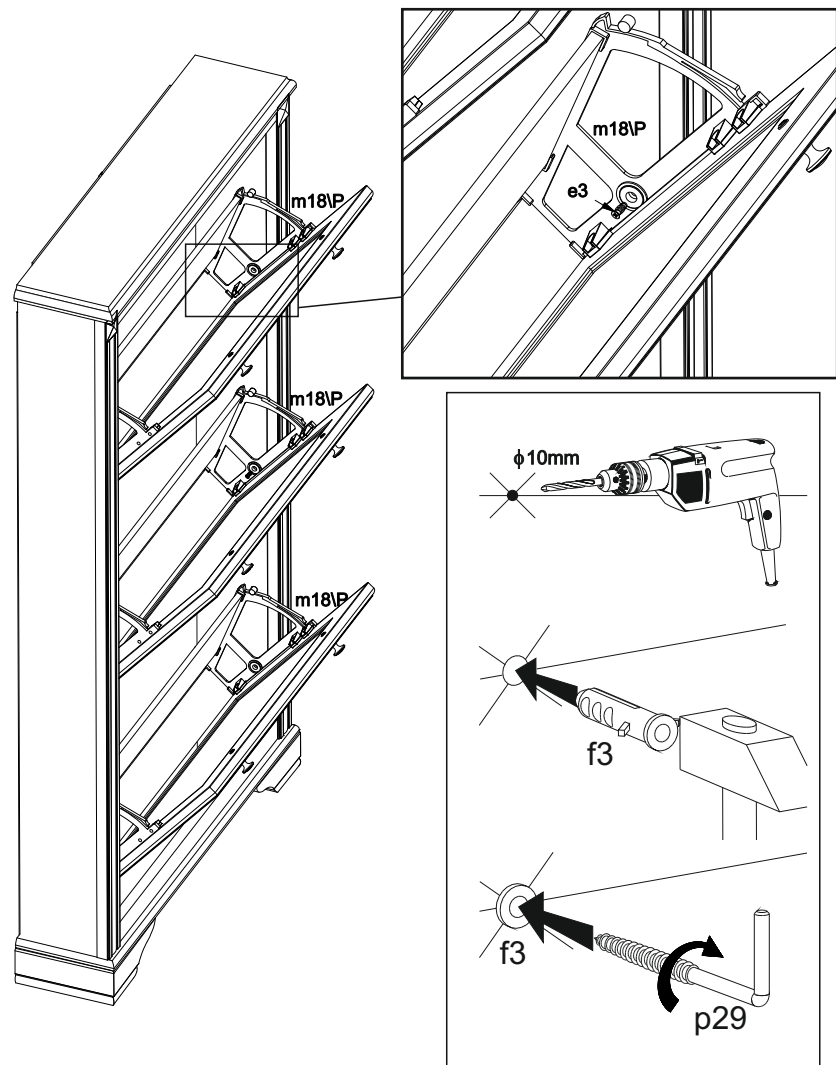

Рисунок 6
- закрепить шайбы петли откидной **m10** с помощью шурупов **e3** (см.рис. 6);